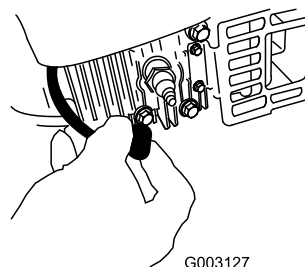

Figura 41
2. Desconecte el cable de la bujía (Figura 41) antes de realizar cualquier procedimiento de mantenimiento.